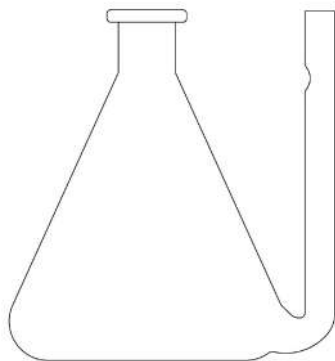

Рис. 39. Колба Фрея
24. **Колба Фрея** (рис. 39) — коническая колба с придонным выступом. Применяется в объёмном анализе и позволяет точнее определить момент изменения окраски раствора.